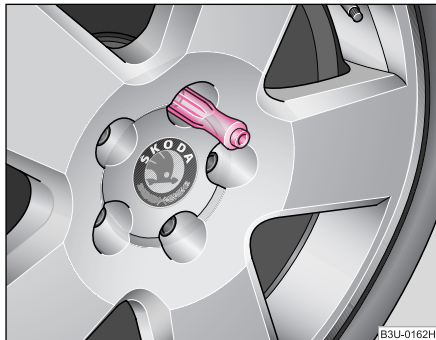

Fig. 182 Înlocuirea roții: Desfacerea șuruburilor cu partea hexagonală a șurubelniței
- Desfaceți șurubul cel mai de **sus**, cu ajutorul laturii **hexagonale** din mânerul șurubelniței (trusa de scule), și așezați-l pe un suport curat ♥ **fig. 182**.